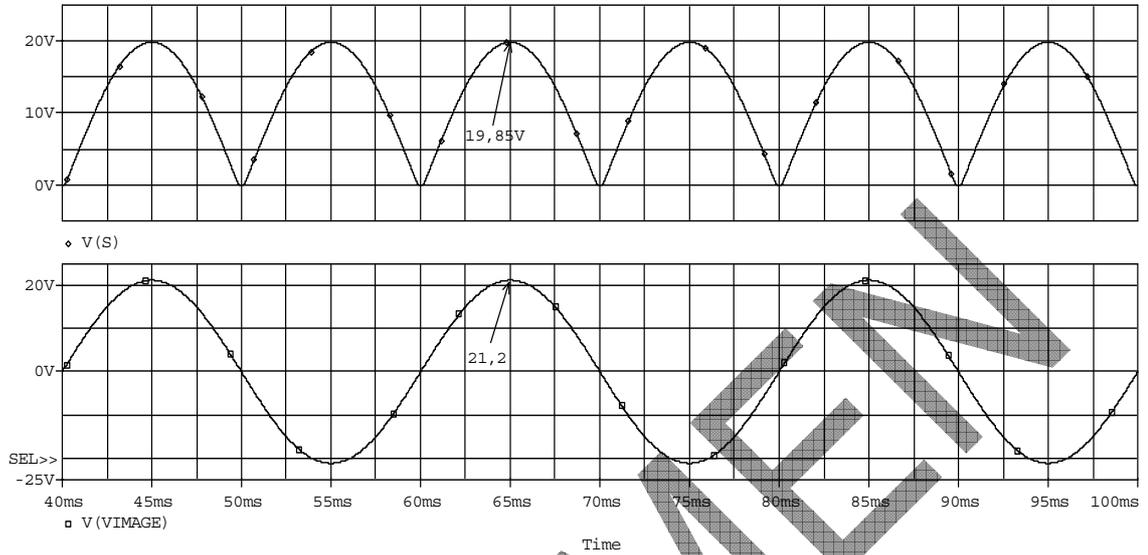

fig.3
Les chronogrammes sont donnés figure 3 et 4.
Le chronogramme est donné figure 3.
- 2.3.1.3 Relever les chronogrammes de V_s et V_{image} (l'amplitude de V_{image} doit être multipliée par 2,5) et les comparer à ceux décrits fig.3 et 4